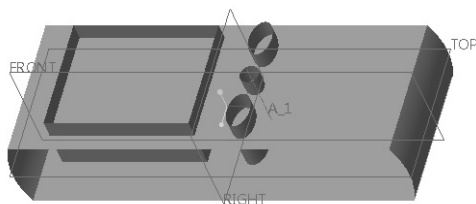

图 5-173 原始曲面模型
1) 单击  (打开) 按钮, 弹出“文件打开”对话框。从随书光盘中的“CH5”文件夹中选择“bc_5_jh_1.prt”文件, 单击“打开”按钮。该文件中的原始曲面模型如图 5-173 所示。